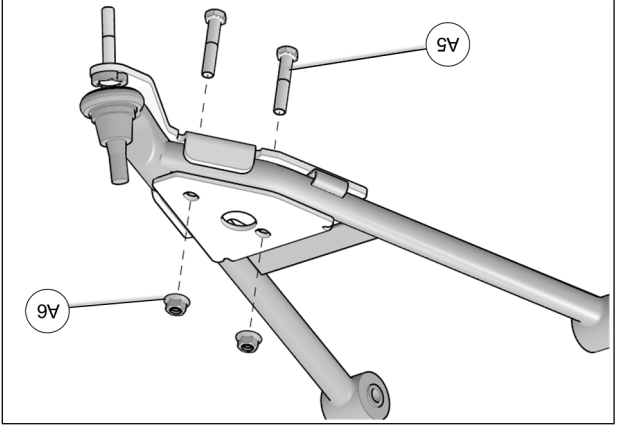

Fig. 17
6. Insérer les boulons M10x55 mm (A5) par le dessous de l'ancrage. Assembler les deux parties avec les écrous (A6) fournis. Serrer l'assemblage à un couple de 50 N•m [37 lb•pi]. Voir la Fig. 17